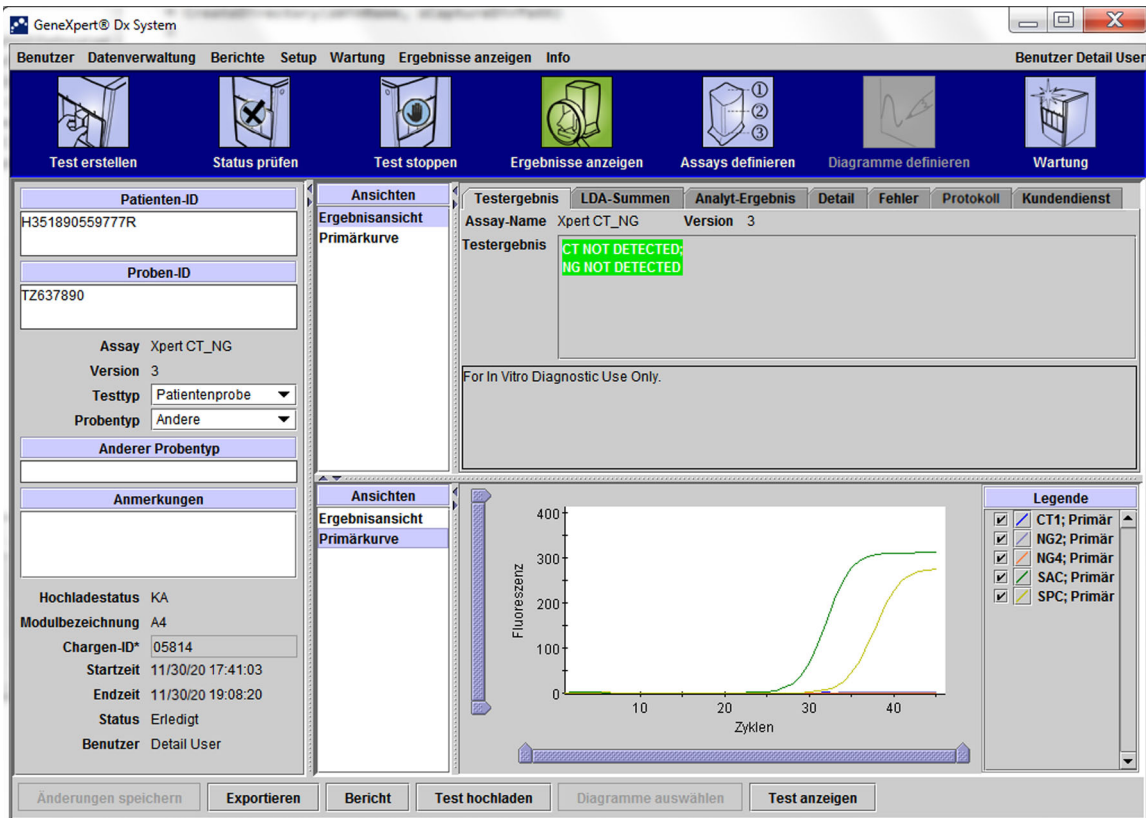

Abbildung 5-36. GeneXpert Dx Fenster „Ergebnisse anzeigen“ (Ansicht für Detail-Benutzer und den Administrator)
1. Klicken Sie im GeneXpert Dx System-Fenster in der Menüleiste auf **Ergebnisse anzeigen**. Das Fenster „Ergebnisse anzeigen“ wird angezeigt. Siehe Abbildung 5-36.
Das Fenster „Ergebnisse anzeigen“ enthält unterschiedliche Funktionen für die verschiedenen Benutzertypen. Abschnitt 5.12.2, Ansicht für einfache Benutzer beschreibt das Fenster „Ergebnisse anzeigen“ für einfache Benutzer. Abschnitt 5.12.3, Ansicht für Detail-Benutzer und den Administrator beschreibt das Fenster „Ergebnisse anzeigen“ für Detail-Benutzer und den Administrator. Abbildung 5-36 zeigt das Fenster „Ergebnisse anzeigen“ für Detail-Benutzer und den Administrator.